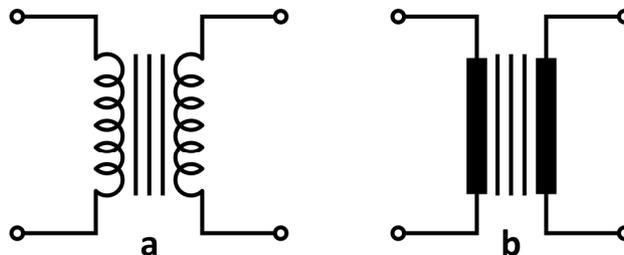

Fig. 1 - Representações esquemáticas multifilares do transformador
- Em esquemas multifilares (Fig. 1-a e 1-b);